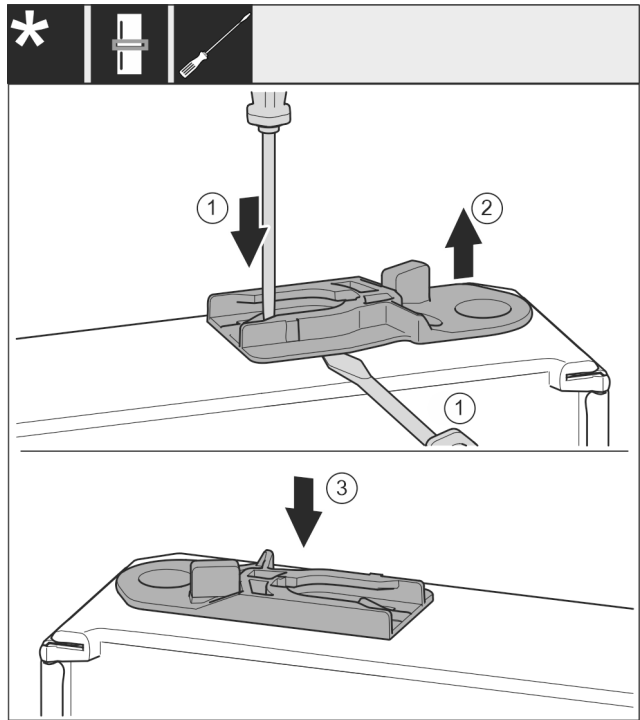

Fig. 34
- ▶ 拉出导向轴套：将接片 Fig. 34 (1) 用带槽螺丝刀按住的同时将带槽螺丝刀移动到导向轴套 Fig. 34 (2) 下方。
- ▶ 将供货时附带的导向轴套 Fig. 34 (3) 插入外壳的另一侧。